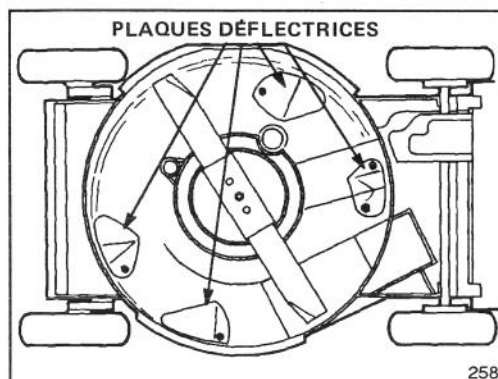

Figure 8
- B. Quatre "plaques déflectrices" spéciales placées sous le tablier dans des positions stratégiques (Fig. 8).